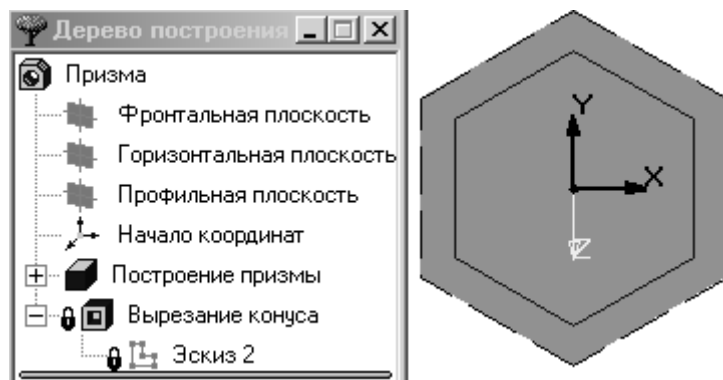

Рис. 22
4. Построить новый контур шестиугольника по радиусу 35мм описанной окружности, рис. 22.